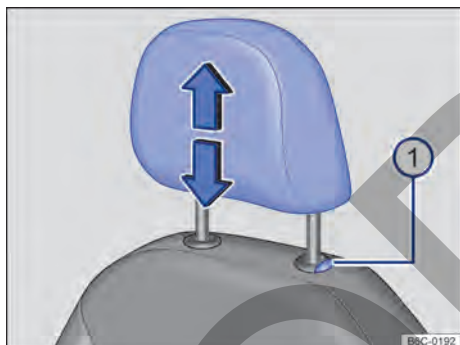

Fig. 67 Apoyacabezas delantero: desinstalar.
- Retirar el apoyacabezas con el botón → fig. 67 ① presionado.
- Empujar hacia abajo totalmente el apoyacabezas con el botón → fig. 67 ① presionado.